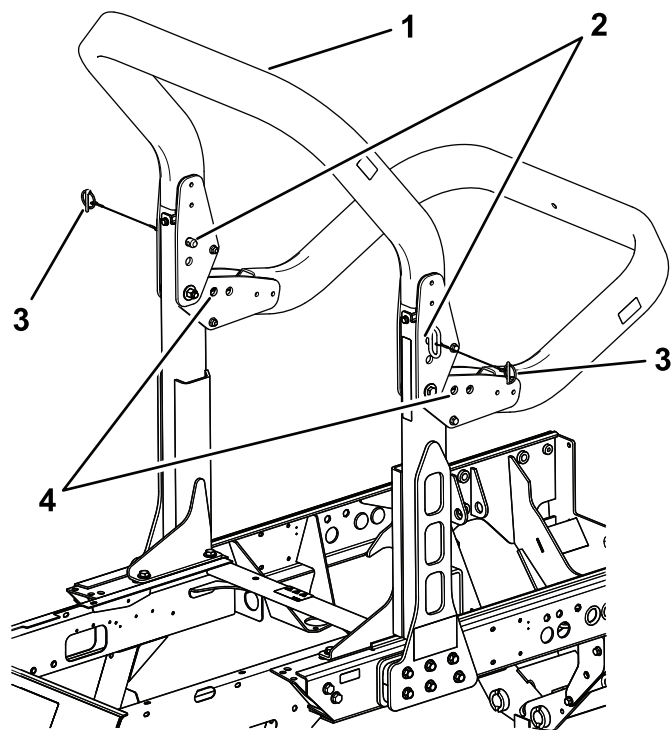

Figura 74
2. Suporte o peso da estrutura superior da barra de segurança enquanto remove os pinos de encaixe e os passadores de forquilha dos suportes articulados (Figura 74).